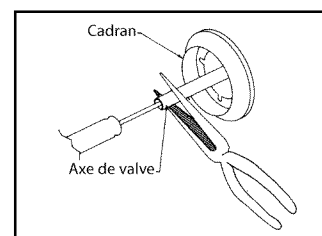

FIG. 19 Réglages pour niveau bas
4. Tout en tenant l'axe de la valve avec des pinces, insérez un tournevis mince à tête plate dans l'axe et, tout en surveillant le brûleur, ajustez jusqu'à obtenir une petite flamme stable (Fig. 19).